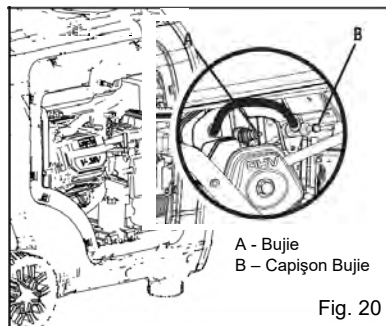

Fig. 20
2. Scoateți capșonul bujiei (Fig. 20).